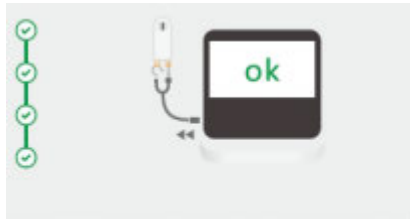
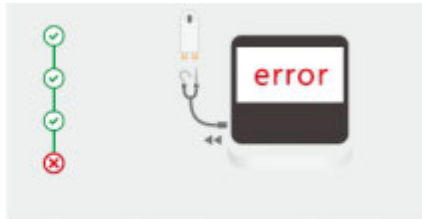

Рис. 36 Компоненты исправны
Рис. 37 Ошибка функционирования
- Проверка измерительного провода начнется автоматически, на ЖК-экране отобразятся результаты проверки - ОК (Рис. 36) или ERROR (Рис. 37).